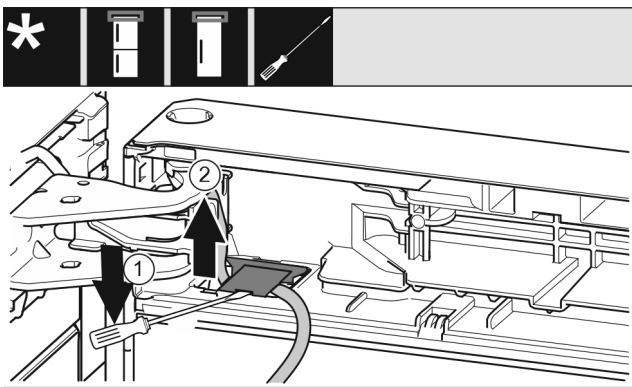

Fig. 11
- ▶ Cu șurubelnița plată ridicați și extrageți apărătoarea. Fig. 11 (1)
- ▶ Extrageți cablul. Fig. 11 (2)